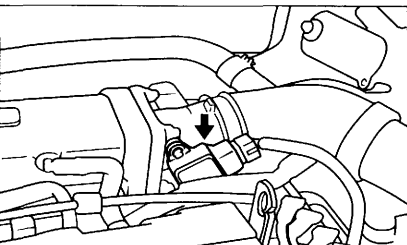

Рис. 4. Датчик положения дроссельной заслонки
– датчик положения дроссельной заслонки ДПДЗ (рис. 4). Представляет собой потенциометр, движок которого механически соединен с дроссельной заслонкой. При повороте дроссельной заслонки меняется положение движка потенциометра, а следовательно, и выходное напряжение. По величине и скорости изменения этого напряжения ЭБУ